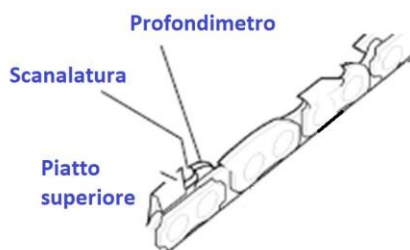

Fig. 6a
- 3) Appoggiare una lima rotonda da 5/32" (attaccata a una guida per lima) tra la piastra superiore e il misuratore di profondità, quindi affilare le lame come illustrato nelle Fig. 6a e 6b.